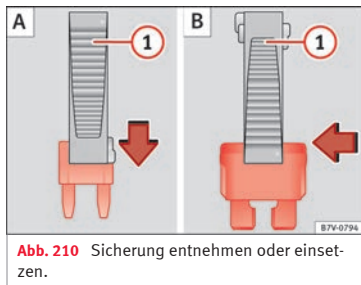

Abb. 210 Sicherung entnehmen oder einsetzen.
- Bei *kleinen Sicherungen*, Klammer von oben aufstecken » **Abb. 210 A**.
- Bei *größeren Sicherungen*, Klammer seitlich auf die Sicherung schieben » **Abb. 210 B**.